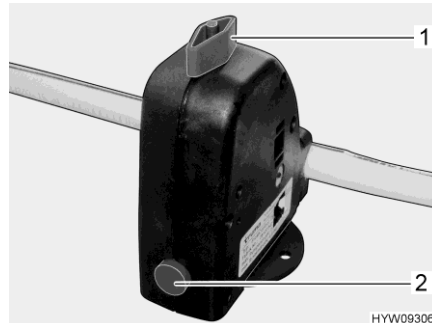

Fig. 108 Valvola di sicurezza/di scarico (boiler)
Il boiler è dotato di una valvola di sicurezza/di scarico (Fig. 108). La valvola di sicurezza/di scarico impedisce che l'acqua congeli nel boiler in presenza di basse temperature esterne, quando il riscaldamento non è acceso.
- Chiudere la valvola di sicurezza/di scarico. A tal fine ruotare la manopola (Fig. 108,1) verticalmente rispetto alla valvola di sicurezza/di scarico e premere verso l'interno il bottone automatico (Fig. 108,2).
- Aprire la valvola di sicurezza/di scarico. A tal fine ruotare la manopola (Fig. 108,1) nel senso della lunghezza della valvola di sicurezza/di scarico. Il bottone automatico (Fig. 108,2) scatta all'infuori. Il boiler viene svuotato verso l'esterno tramite la valvola di sicurezza/di scarico.